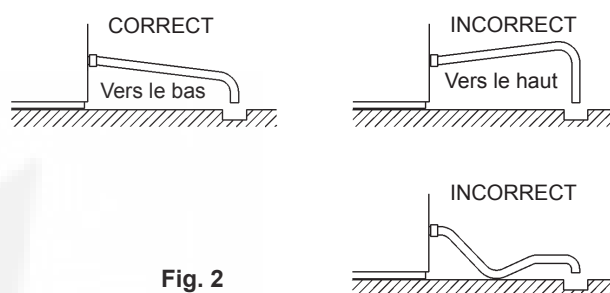

Fig. 2
- * Pour éviter un refoulement à l'intérieur du bac de stockage, poser le tuyau de vidange comme illustré à la figure 2.